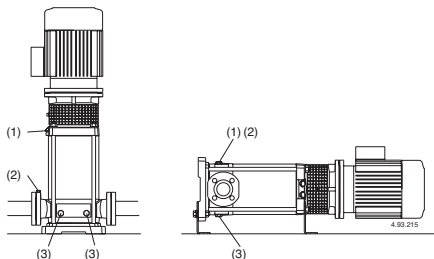

Fig. 4 (1) Llenado y purga
Con la **bomba por encima del nivel de agua** a elevar, (funcionamiento en aspiración, (**Fig. 3A**), o con una carga insuficiente, (inferior a 1 m) para abrir la válvula de retención, llenar el tubo de aspiración y la bomba a través del orificio (1) (**fig. 4**).
(2) Purga aspiración
(3) vaciado
Con el nivel de agua en aspiración por encima de la bomba, (funcionamiento bajo carga, fig. 3B), llenar la bomba abriendo lentamente y completamente la compuerta del tubo de llegada teniendo la compuerta de la impulsión abierta y también los agujeros de purga (1), (2) (fig. 4) para hacer salir el aire.
Cerrar los agujeros de purga (1), (2) (fig. 4), para MXV-B, MXV(L) 25-32-40 und MXV(L)4 25-32-40 Atornillar los tornillos tipo pasador (17.17) del tapón de vaciado (14.12) (fig. 4b), y cerré el orificio de purga (14.04).
Si se verifica una pérdida del cebado, (interrupción en el flujo de impulsión, estando las compuertas abiertas), o si se nota una oscilación de la presión indicada en el manómetro, repetir el purgado del lado aspiración (2) verificar que todas las juntas del tubo de aspiración estén perfectamente herméticas y cerrar el tornillo de cebado (2), y los tornillo de vaciado (3) en el lado de aspiración (fig. 4).
Posiblemente, como el caso de empleos temporales con líquidos sucios, hacer funcionar brevemente la bomba con agua limpia para remover los depósitos. O bien, después del vaciado proseguir con un lavado metiendo agua (al menos 40 litros) en el agujero de llenado (1) lado impulsión y dejándola salir por el agujero de vaciado (3) lado aspiración (**fig.4**).
Antes del desmontaje desconectar el cable de la caja bornes, cerrar las válvulas en aspiración e impulsión y vaciar el cuerpo bomba, (fig. 4)